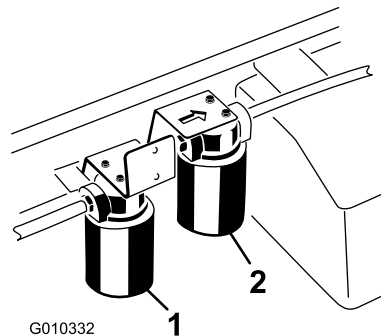

Figura 69
5. Coloque un recipiente debajo del filtro y retire el filtro (Figura 69).
4. Limpie la zona de montaje del filtro hidráulico de alto caudal (Figura 69).